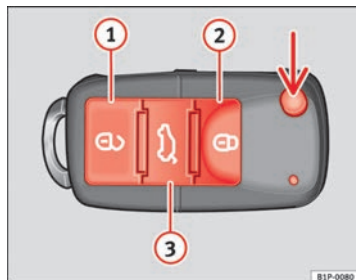

Fig. 46 Tasti della chiave con telecomando
Con il tasto → fig. 46 (freccia) del telecomando, si sblocca lo scatto della chiave.
Sblocco del veicolo [2] → fig. 46 ①.
Tasto di chiusura [0] → fig. 46 ②.
Sblocco del portellone posteriore. Tenere premuto il tasto [3] → fig. 46 ③ fino a quando lampeggiano brevemente tutti gli indicatori di direzione. Dopo aver premuto il tasto di sblocco [3] ③, si hanno 2 minuti per aprire il portellone. Una volta trascorso questo periodo si blocca di nuovo.
- Premere il tasto  ② ⇒ fig. 46 del telecomando.
- Premere il tasto  ① ⇒ fig. 46 del telecomando.